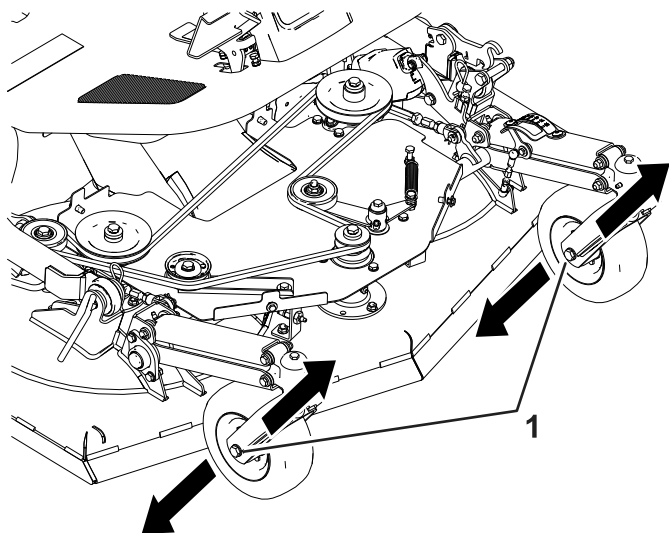

Bild 103
- A. Lösen Sie die Laufradschraube auf einer Seite (Bild 103).
B. Stellen Sie die Laufradschraube im Schlitz ein und ziehen Sie die Schraube fest (Bild 103).